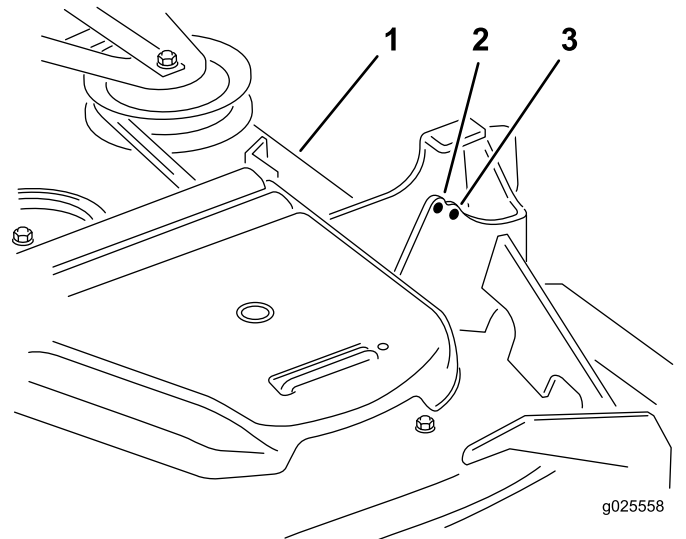

**Figura 83**
- 13. Si las 4 tuercas de ajuste de la carcasa no permiten lograr una altura de corte exacta con la inclinación necesaria, puede ajustar el sistema de ajuste de un solo punto (Figura 83).
14. Para ajustar el sistema de un solo punto, primero afloje los pernos de montaje delantero y trasero de la placa de altura de corte (Figura 83).
16. Apriete los 2 pernos en el borde inferior de la placa de ajuste de la altura de corte (Figura 83).